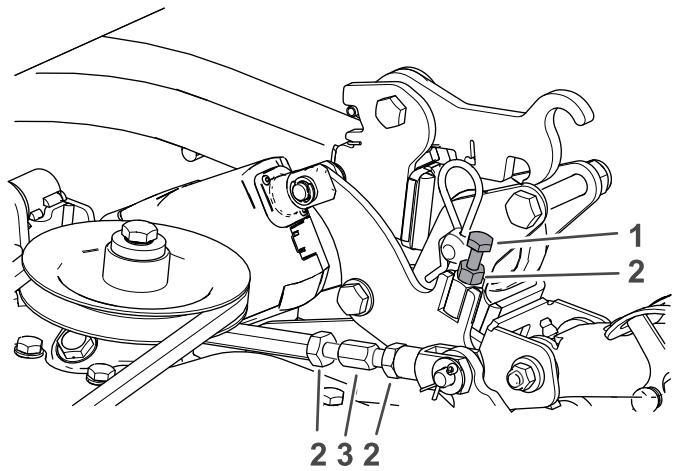
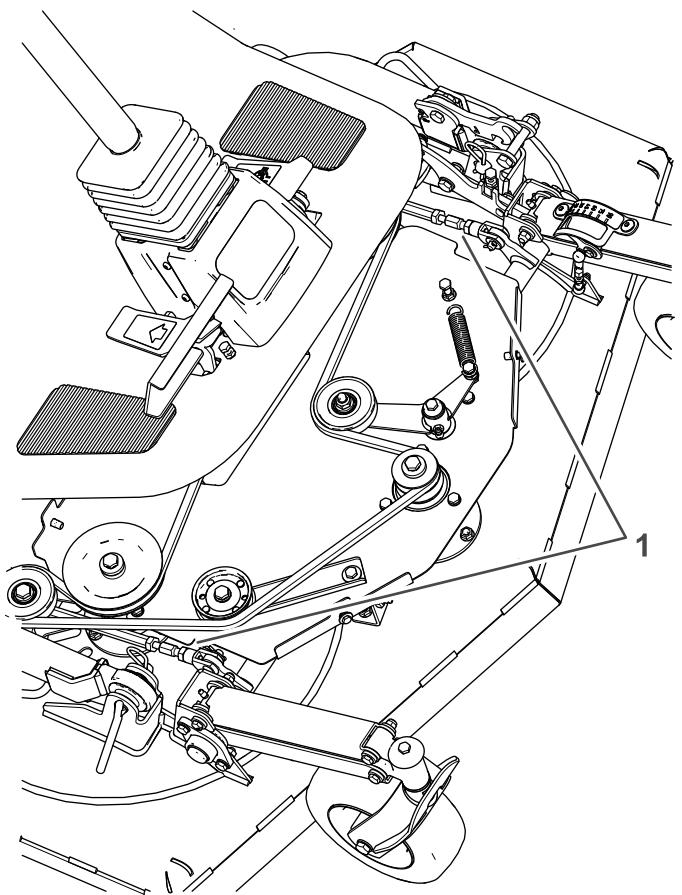

Figura 99
Figura 100
- B. Para elevar la parte delantera de la máquina a 64 mm, afloje la contratuerca y ajuste el perno de ajuste; consulte Figura 99.
- C. Para elevar la parte trasera de la unidad de corte, afloje las tuercas autoblocantes de las bielas a ambos lados de la unidad de corte (Figura 99 y Figura 100).
6. Apriete las tuercas autoblocantes de las bielas (Figura 99).